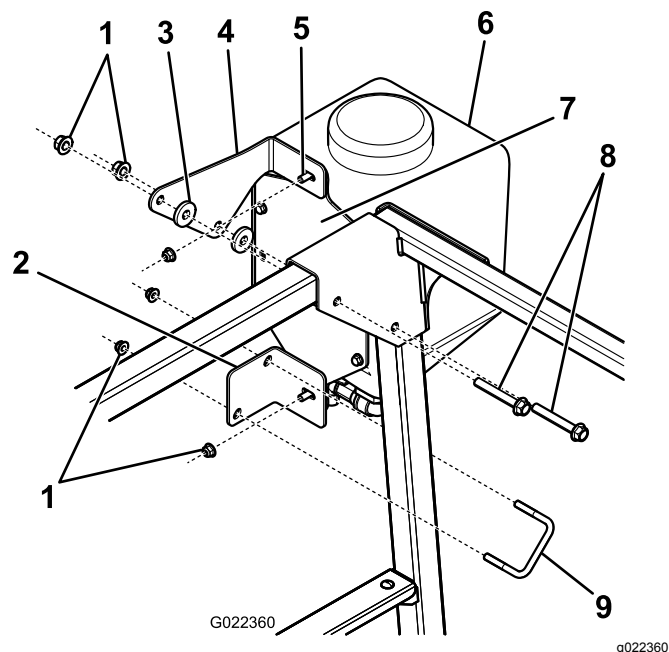

Figura 25
1. Instale as montagens superior e inferior do depósito de água limpa utilizando 2 parafusos com cabeça de flange e porcas flangeadas (Figura 25).
2. Ligue a montagem superior do depósito de água limpa ao sistema de proteção anticapotamento utilizando 2 anilhas, 2 parafusos e as porcas existentes (Figura 25).
3. Fixe a montagem inferior do depósito de água limpa ao sistema de proteção anticapotamento utilizando a cavilha em U e 2 porcas flangeadas (Figura 25).